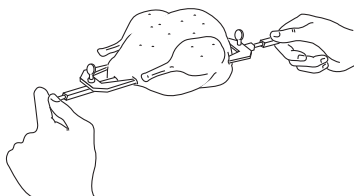

fig. 2
- Placez l'aliment sur la broche (I) et le maintenir à l'aide des fourches (fig. 2) (pour un meilleur résultat, ficelez la viande).